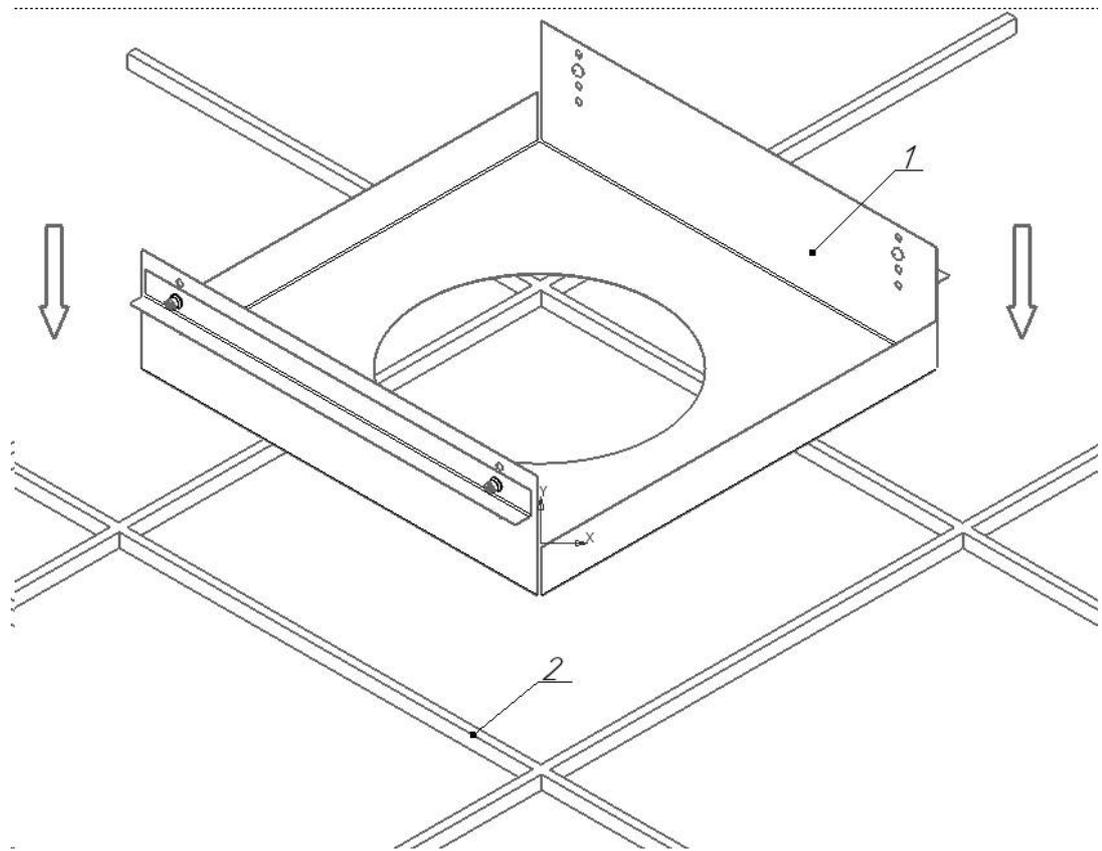

Рисунок 5 - Схема установки светильника в потолок Грильято
5.4.2 Установить крепление DL/GR в потолок Грильято (см. рисунок 5).